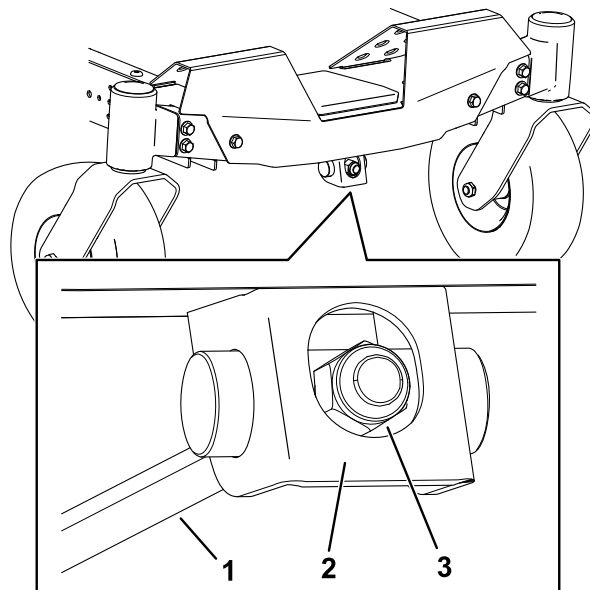

Figura 72
1. Rotii piulia de reglare de la partea din faă a mainii de tuns iarba (Figura 72).